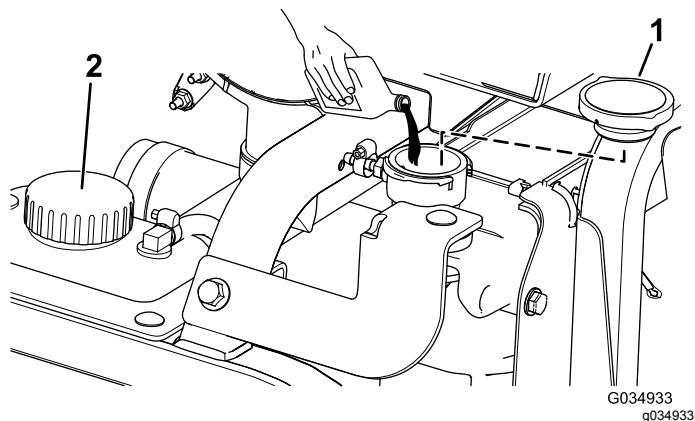

Figura 119
5. Encha o radiador com líquido de refrigeração até ficar nivelado pela porta de enchimento (Figura 119).